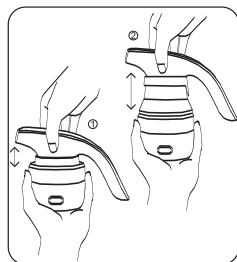

рис. 1
6.1.1 Перед наполнением контейнера водой убедитесь в том, что электроприбор отключен от электросети. Чтобы разложить контейнер, потяните корпус отпаривателя вверх (рис.1).